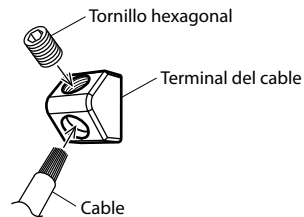

Fig. 9
3. Apriete el tornillo colocado con la llave hexagonal (incluida) para fijar el cable. (Fig. 9)